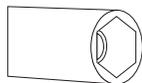

Figura 5
1. Utilice una herramienta con un cabezal especial para quitar e instalar la boquilla como se ve en (figura 5)